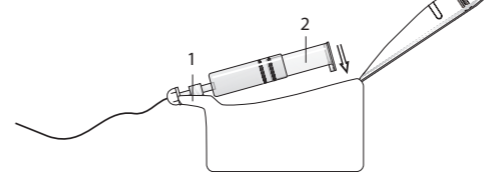

Fig. 3. Positionnement de la seringue dans la pompe.
- Placer la seringue dans la pompe en insérant l'avant en premier (1). Laisser la seringue se positionner correctement de telle sorte que le piston poussoir (2) s'aligne avec la vis d'entraînement (voir Fig 3).
⑤